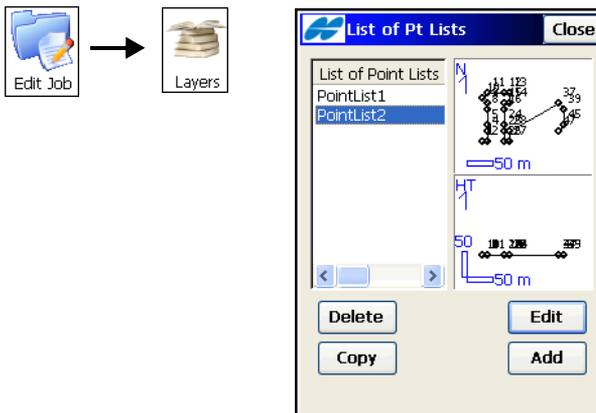

Abbildung 6-20. Vorhandene Punktlisten
1. Zum Hinzufügen einer Punktliste tippen Sie im Fenster *Liste der Punktlisten* auf **Neu** (Abbildung 6-20).